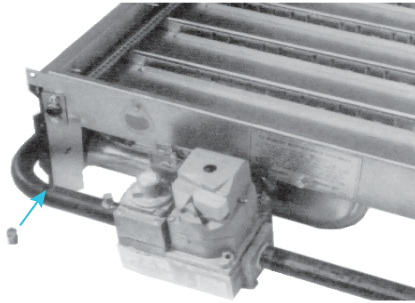

Figure 61. Retrait du bouchon de tuyau
- b. Retirez le bouchon du tuyau (voir Figure 61) du collecteur et installez un coude en laiton pour les unités au gaz naturel ou un raccord droit en laiton pour les unités au propane.